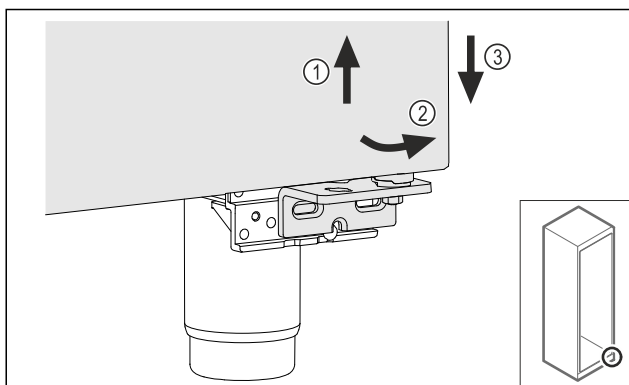

Fig. 19
- Sollevare leggermente la porta Fig. 19 (1), inclinarla in avanti sulla parte inferiore Fig. 19 (2) e abbassarla Fig. 19 (3).